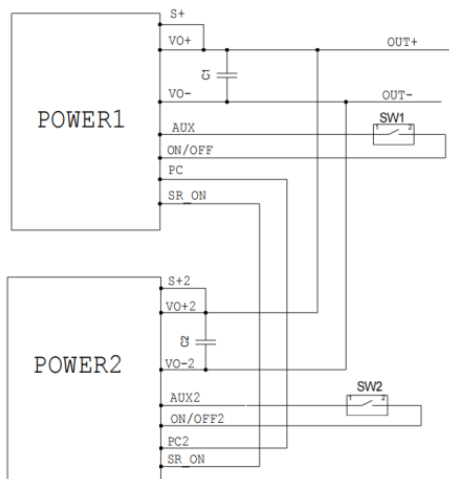

图 9 电源并联使用连接方式
| | S8 | PC | 模块均流信号 | 各模块的 PC 端子连接在一起可实现均流，布线时 PC 信号线要求远离干扰源。接线方法见图 9。无需此功能时，该引脚可悬空。 |
| | S7 | SR ON | 同步起机信号 | 用于多模块并机下的同步起机信号，使用时各模块 SR ON 信号直接短接在一起。接线方法见图 9。无需此功能时，该引脚可悬空。 |
模块具有并联应用功能，将各电源模块的PC端子连接（走线尽量短），可实现模块间的输出电流均流；将各电源模块的SR ON端子连接，可实现模块间的同步起机功能。接线如下图9所示。
- 8) 多模块并联使用时，将各模块的 PC 信号端子尽量短的连接，需要注意走线远离干扰源，接线方法如图 9 所示。